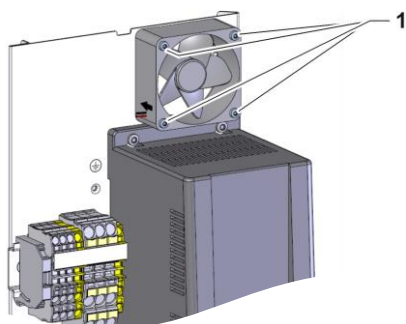

Fig. 1: Ventilateur Partie électrique
- Retirer les 4x vis de fixation (marquage 1 → Fig. 1).